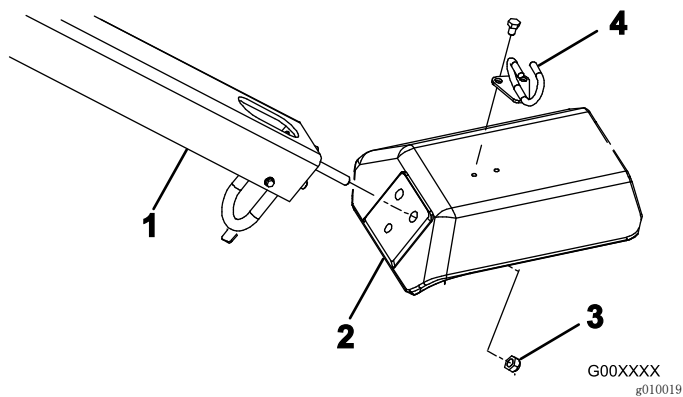

图4
2. 将手柄安装螺栓插入固定叉的孔中（图4）。
3. 用 3 个锁紧螺母 (1/2 英寸) 将手柄螺栓固定到固定叉上（图4）。
5. 用 2 个螺栓 (5/16 x 1/2 英寸) 将线缆导管安装至固定叉的顶部（图4）。